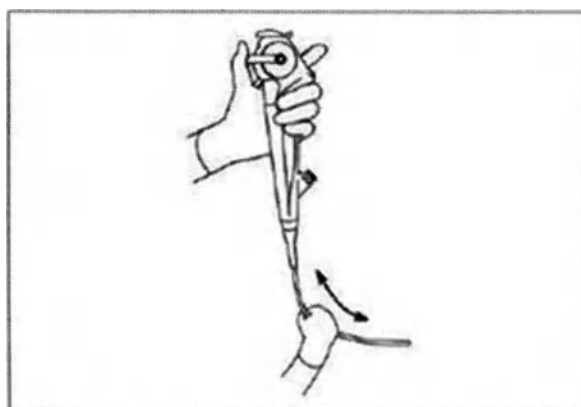

Рис. 3.1 Осмотр видеозондоскопа.
4. Одной рукой удерживая Рукоятку, другой рукой всю поверхность вводимой части и легко поглаживая в двух направлениях. (См. рис.3.1). Убедитесь, что из выступа вставки, вставленного в трубу, нет никаких предметов или проводов, а также убедитесь, что нет ненормальных твердых частей.